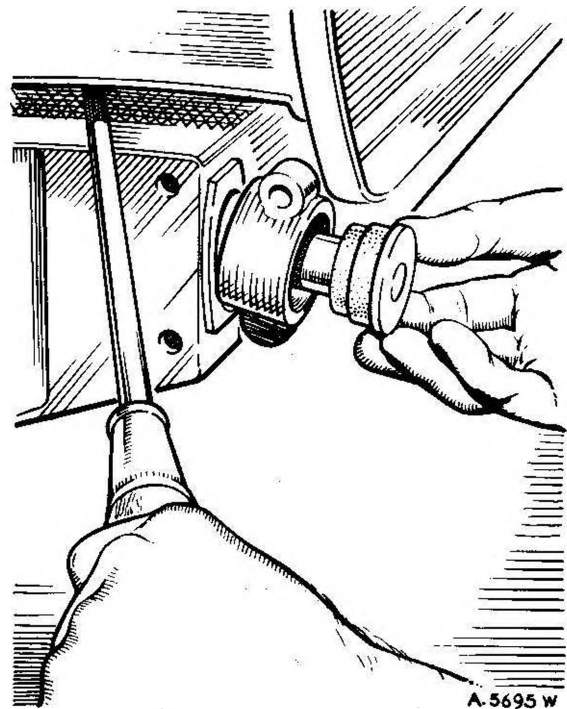

Fig. H.3
- (2) Staccare il braccio oscillante (Ved. la Sezione H.2).
- (3) Svitare il dado che fissa il perno di ancoraggio al telaio (Fig. H.3); rimuovere le viti del blocchetto situato tra l'ancoraggio e la scocca. Separare la scocca ed il telaio appena quanto basta a poter estrarre il perno, i blocchetti ed i tasselli di gomma.